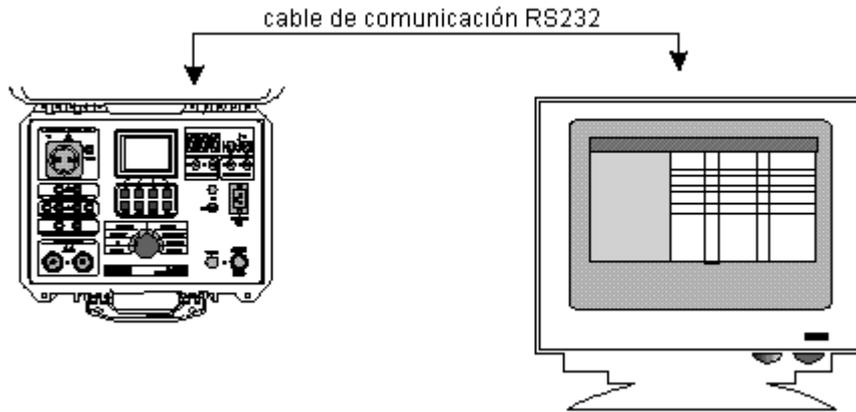

Fig. 53. Conexión del VERIFICADOR DE EQUIPOS ELÉCTRICOS a un PC
- ETAPA 1. Conectar el VERIFICADOR DE EQUIPOS ELÉCTRICOS a un PC como se muestra en la fig. 53, utilizando para ello el cable de comunicación RS 232 adecuado.